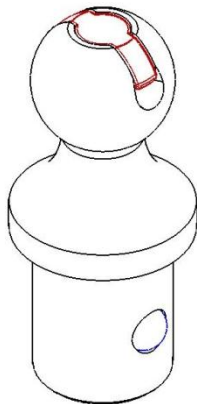

Figure 3 - Locked
2. To install Pop-In™ Gooseneck ball - Lift handle in center of the ball and rotate 90 degrees (see figure 2). Insert Gooseneck ball assembly in the receiver tube in the bed of the truck with the ball bearings oriented side to side of the truck bed. Turn the center handle 90 degrees so that it drops in the slit in the top of the ball. If the center handle does not retract fully, rotate the ball until the handle seats itself in the slot (see figure 3).
2. Pour installer la boule col-de-cygne Pop-In™, soulever le levier au centre de la boule et la faire pivoter de 90 degrés (voir la figure 2). Insérer la boule dans le tube récepteur de la plateforme du véhicule, roulement à billes orienté vers le côté de la plateforme. Tourner le levier central de 90 degrés de façon à le faire tomber dans la fente au sommet de la boule. Si le levier central ne se rétracte pas totalement, tourner la boule jusqu'à ce que le levier se dépose de lui-même dans la fente (voir la figure 3).